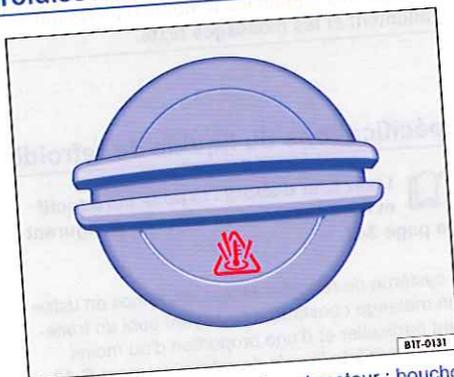

Fig. 212 Dans le compartiment-moteur : bouchon du vase d'expansion du liquide de refroidissement.
- Le vase d'expansion du liquide de refroidissement est repéré par le symbole 🚫 figurant sur le couvercle ⇒ fig. 212. ▶